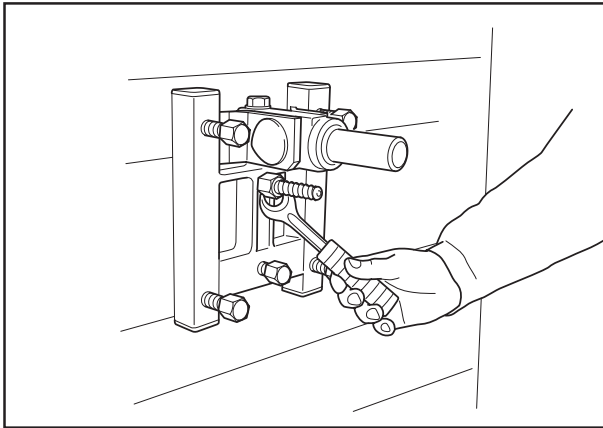

Fig.11
1. Perforar un agujero (15 mm) en la pared y golpear el tornillo de expansión. Atornillar la placa base GB 50 AT con una llave de 24 mm (fig. 11).
1. Abrir um furo (15 mm) na parede e aplicar o parafuso de expansão. Aparafusar a placa base GB 50 AT com a chave de 24 mm (Fig. 11).
1. Drill a hole (15 mm) in the wall and knock in the expander bolt. Bolt down the base plate GB 50 AT, use a 24 mm spanner (Fig. 11).